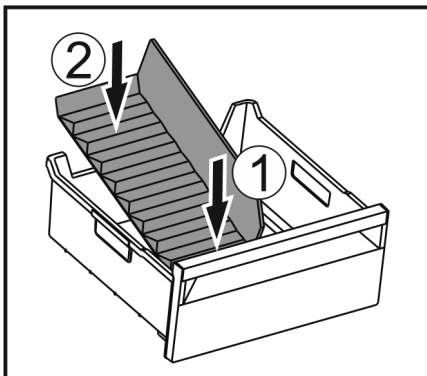

Fig. 75
- ▶ Introduceți partea frontală a separatorului pentru compartimentul de gheață. Fig. 75 (1)
- ▶ Coborâți partea posterioară a separatorului pentru compartimentul de gheață până la baza sertarului. Fig. 75 (2)